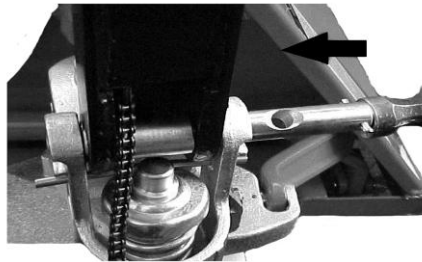

Abb. 6: Achsenmontage
a) Stecken Sie den Deichselarm (1) in den Pumpenkolben. Verwenden Sie dann einen Hammer, um die Achse mit der Bohrung in die Hydraulikpumpe und den Deichselarm von rechts nach links einzusetzen (Abb. 6).